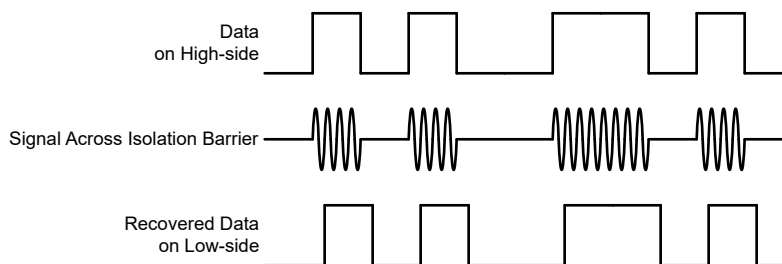

図 7-4. OOK ベースの変調方式
AMC23C12-Q1 は、SiO₂ ベースの絶縁バリア越しにコンパレータの出力状態を送信するため、図 7-4 に示すオン / オフ・キーイング (OOK) 変調方式を採用しています。「機能ブロック図」に示す送信ドライバ (TX) は、デジタル 1 を表すために内部で生成された高周波キャリアを絶縁バリア越しに送信します。デジタル 0 を表す信号は送りません。